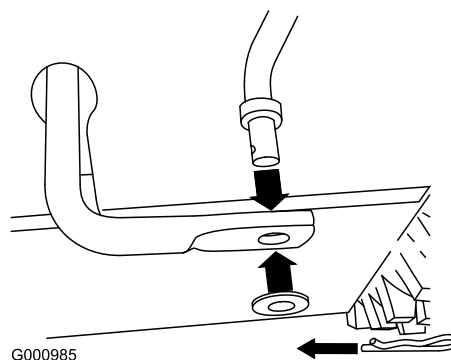

Figure 5
1. Retirez la goupille fendue et la rondelle à l'extrémité inférieure de la tige de commande de vitesse et insérez l'extrémité dans le bras de liaison inférieur de sorte que l'extrémité courbe de la tige de commande de vitesse soit dirigée vers l'arrière (Figure 5).